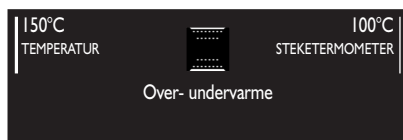

Fig. 3
- oppe til høyre (område 3) ønsket innvendig temperatur på maten (steketermometer, som vist i Fig. 3).